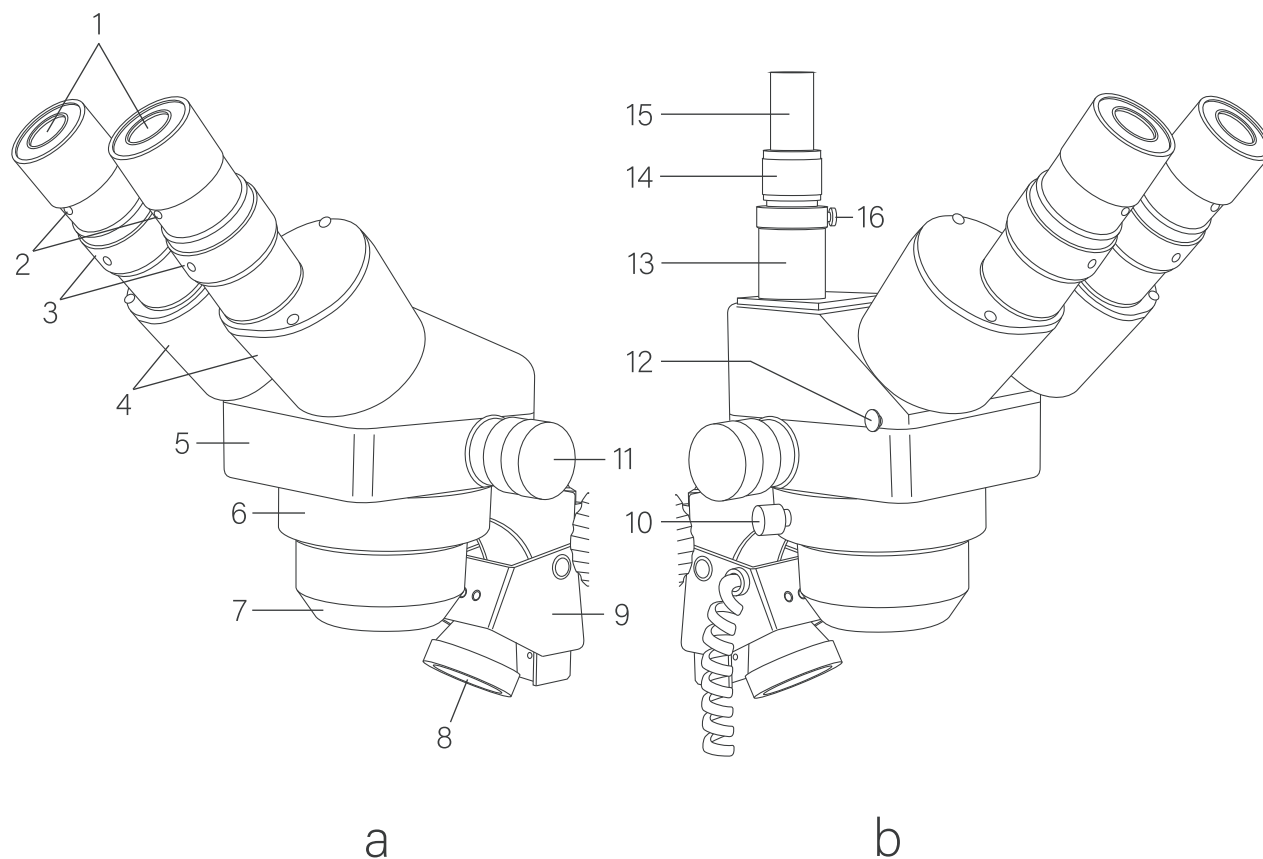

Рис. 5. Оптическая головка двух вариантов: а – бинокулярная; б – тринокулярная.
Микроскоп снабжен парой объективов с переменным увеличением от 1х до 4х, что обеспечивает плавное изменение масштаба наблюдаемого изображения в 4 раза без потери резкости. Рабочее расстояние микроскопа в базовой комплектации составляет 85 мм и при всех увеличениях остается неизменным. Нужное увеличение устанавливается вращением рукояток 11 (рис. 5).
- Для тринокулярной модели микроскопа. Установите тубус канала визуализации 15 (рис. 5), для этого удерживая кольцо подвижки тубуса 14 (рис. 5) вверните тубус по часовой стрелке и зафиксируйте его винтом 16 (рис. 5).
- Вращением рукояток изменения увеличения 11 (рис. 5) установите максимальное увеличение микроскопа, соответствующее положению 4.
- Наблюдая в окуляры установите требуемое значение увеличения рукояткой 11 (рис. 5).
- Установите максимальное увеличение, для этого установите рукоятки 11 (рис. 5) в положение 4.
- Установите минимальное увеличение, повернув рукоятку 11 (рис. 5) в положение 1 и повторите процедуру фокусировки и настройки окуляров.
Увеличение объектива стереомикроскопа соответствует цифре на рукоятках 11 (рис. 5), расположенной напротив штриха.
Привинтите необходимую насадку на резьбу в нижней части блока объективов 7 (рис. 5). Насадка с увеличением 0.5x снижает общую кратность, увеличивает рабочее расстояние и размер поля зрения микроскопа. Насадки 1.5x и 2x повышают кратность, уменьшают рабочее расстояние и размер поля зрения микроскопа.